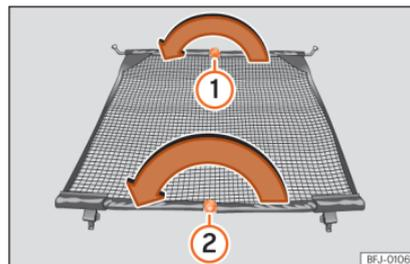

Fig. 132 Dobrar a rede de separação.
» Fig. 132 ① e dobre a vareta transversal no sentido da seta, mantendo o botão pressionado.
» Fig. 132 ② e dobre a vareta transversal no sentido da seta, mantendo o botão pressionado.